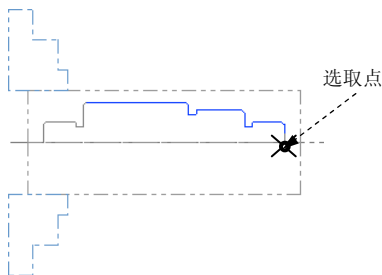

图 18.4 选取加工轮廓
Step2. 定义加工轮廓。在该对话框中将选择方式设置为框选 , 然后在图形区选取图 18.4 所示的轮廓线, 然后捕捉到图 18.4 所示的点单击。单击 **✓** 按钮, 系统弹出“车床粗加工 属性”对话框。